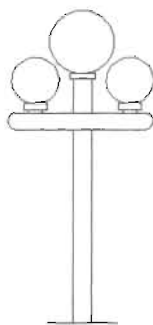

图 4-40
(1) 打开光盘中的练习文件“操作示例 4-4”，如图 4-40 所示。